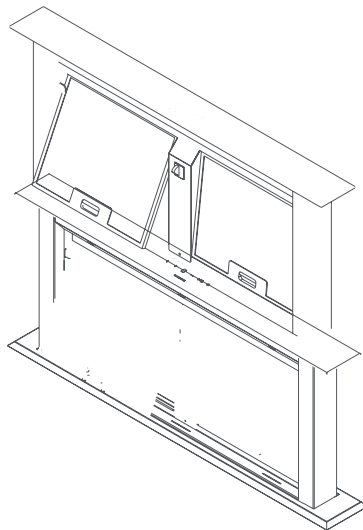

Fig. 9
2. ➡ Montera tillbaka fettfiltren genom att trycka på spärren i handtaget (Fig. 9).